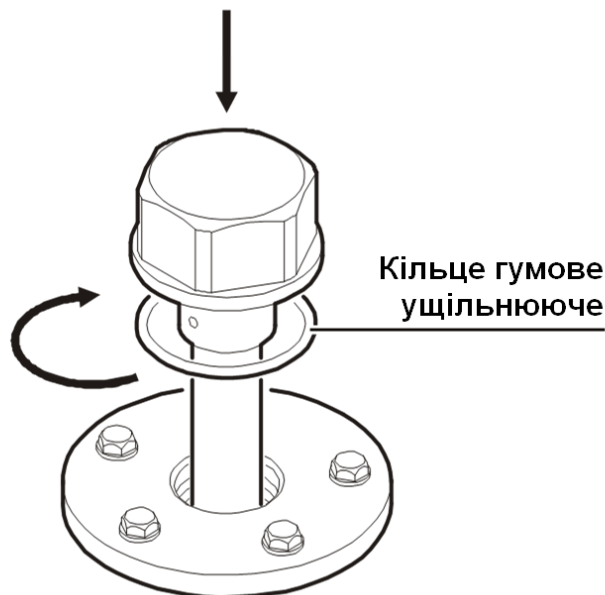

Рис. 4.3 – Встановлення зібраного Датчика на паливний бак
- Вкрутити зонд, з'єднаний з вимірювальною головкою, в отвір раніше встановленого фланця (рис. 4.3);